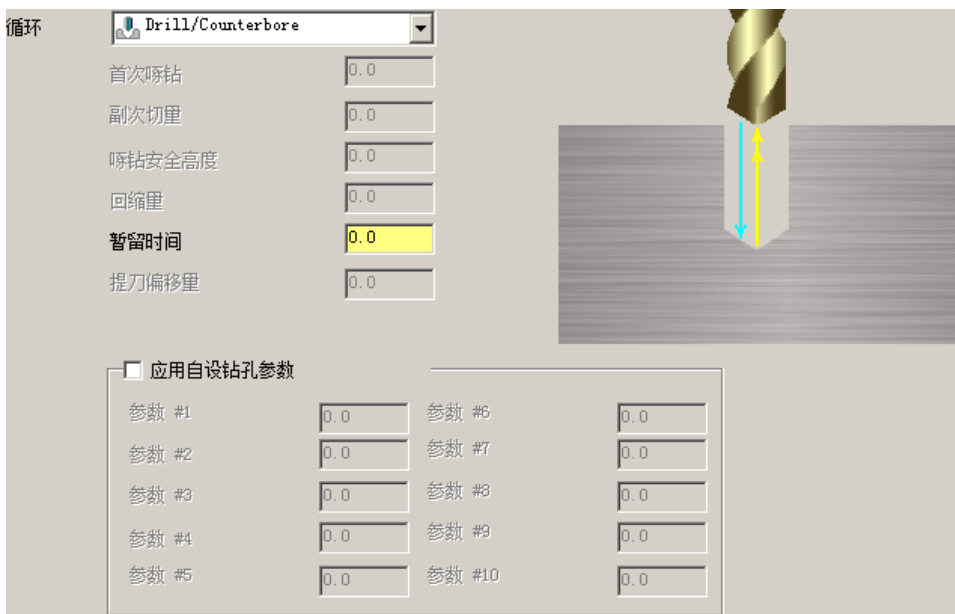

图 4.6.7 “切削参数”设置界面
Step1. 设置切削参数。在“2D 刀路-钻孔/全圆铣削 深孔钻-无啄孔”对话框的左侧节点列表中单击 **切削参数** 节点，设置图 4.6.7 所示的参数。